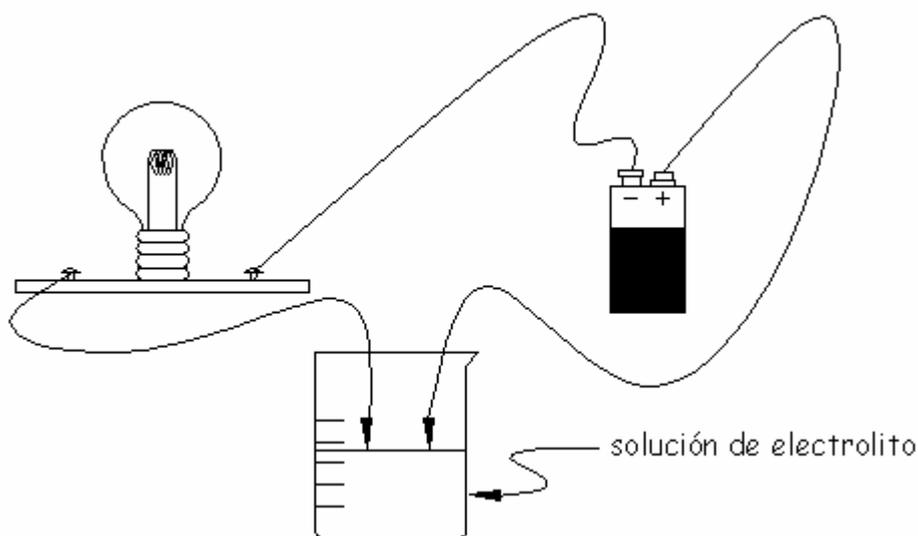

Figura 1
- 1 aparato de conductividad con un foco de linterna (Figura 1)